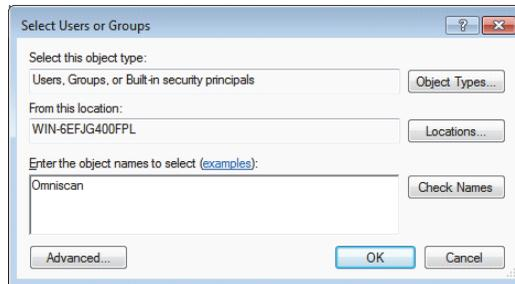

Figure 7-32 Boîte de dialogue Select Users or Groups (Windows 7)
11. Dans la boîte de dialogue **Sélectionner Utilisateurs, Ordinateurs ou Groupes**, cliquez sur le bouton **Emplacements** (voir la Figure 7-32 à la page 243).
13. Dans la zone **Enter the object names to select** de la boîte de dialogue **Select Users or Groups** (Sélectionner Utilisateurs ou Groupes), entrez **OmniScan** (voir la Figure 7-32 à la page 243), et puis cliquez sur **OK**.